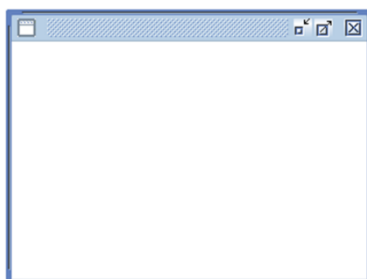

図 4-17 Screen_captureRTC のキャプチャ枠
17. 遠隔操作時、Screen_captureRTC を Activate すると、図 4-17 のようにキャプチャする画面を囲う枠が表示される。また、Robot_operation_supportRTC を Activate すると、操作情報が表示されたカメラ映像が現れる。このカメラ映像を、キャプチャ枠を拡大・縮小することで枠内に納める。